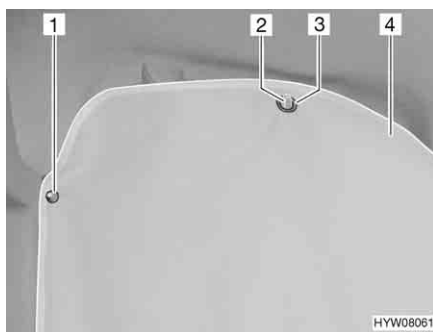

Fig. 9 Oscurante cabina di guida
- Fissare l'oscurante (Fig. 9,4) con i bottoni automatici (Fig. 9,1).
- Agganciare gli occhielli (Fig. 9,3) a sinistra e a destra nei ganci per gli abiti (Fig. 9,2) delle impugnature.
- Sganciare gli occhielli (Fig. 9,3) a sinistra e a destra dai ganci per gli abiti (Fig. 9,2) delle impugnature.
- Sganciare e riporre l'oscurante (Fig. 9,4).